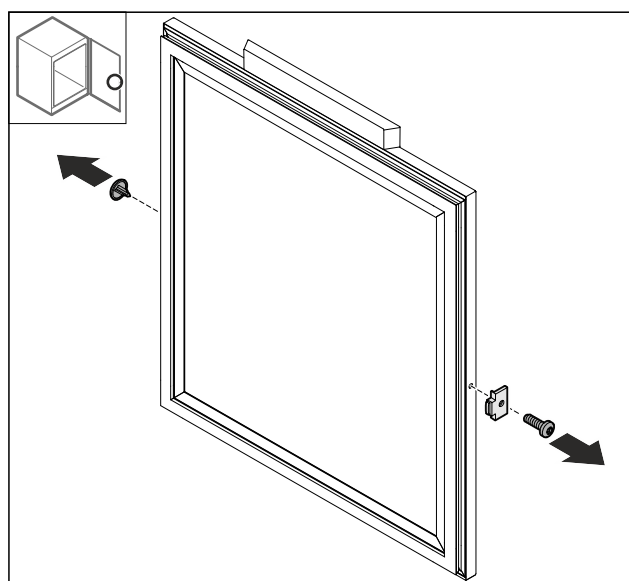

Fig. 72
- ▶ Odstraňte kryt Fig. 72 (1).
- ▶ Odmontujte dveřní zarážku Fig. 72 (2).